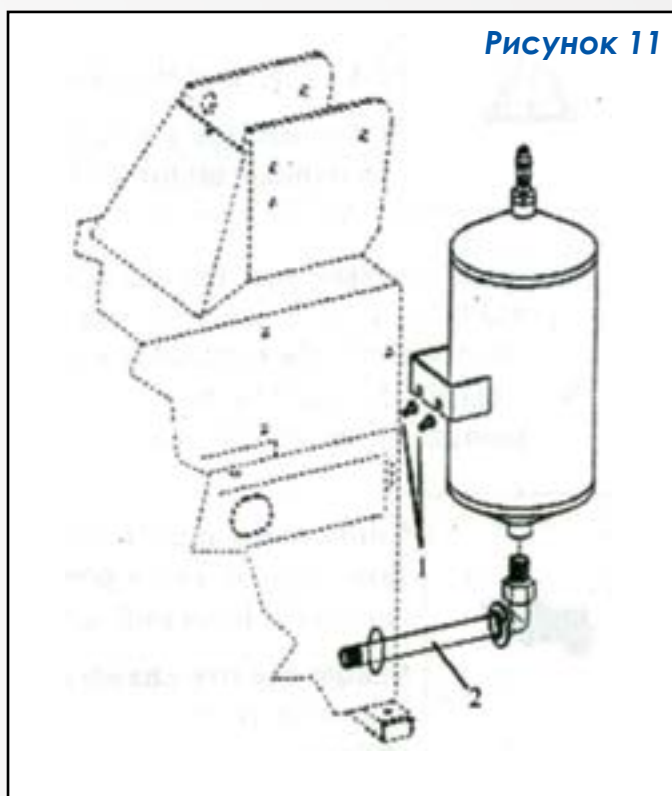

Рисунок 11
- Закрепите манометр на демонтажной колонне с помощью болтов, Рис. 11.